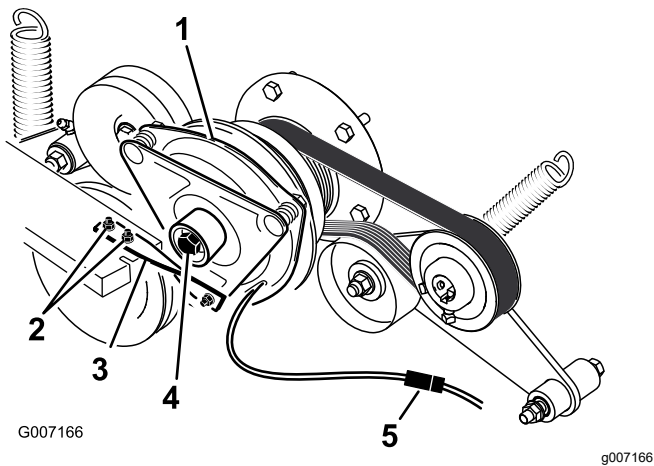

Bild 81
6. Schließen Sie den elektrischen Anschluss für die Kupplung ab (Bild 81).
7. Nehmen Sie die zwei Schrauben ab, mit denen der Gummikupplungsriemen am Mäherrahmen befestigt ist (Bild 81).
ist, und entfernen Sie die Kupplung und den Schlüssel (Bild 81).
15. Halten Sie die Kurbelwelle an das Heck der Maschine und setzen Sie die mittlere Schraube ein. Ziehen Sie sie mit 68 N·m an (Bild 81).
16. Befestigen Sie den Gummikupplungsriemen mit den zwei vorher entfernten Schrauben und Muttern am Mäherrahmen (Bild 81).
18. Stecken Sie den elektrischen Anschluss für die Kupplung ein (Bild 81).